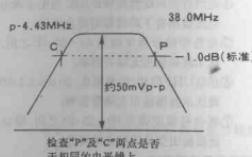

图 3
⑤ PIF AGC 电压设定: 加 4.5 V 直流电压于 IF 装置 IC 201 的销①;
⑥ RF AGC 电压设定: 加 4 V 直流电压于调谐器 AGC 连接端;
⑦ 调节调谐器 IF 线圈, 使其波形如图 3 所示。